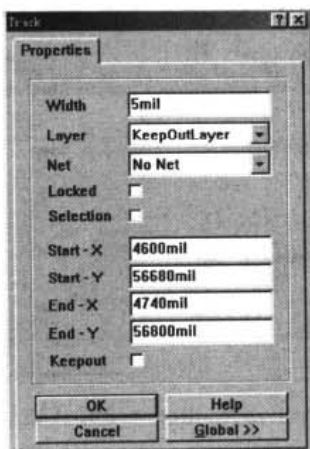

图 11-8 设置导线属性对话框
(5) 双击导线，将弹出导线属性设置对话框，如图 11-8 所示，可修改导线的属性。